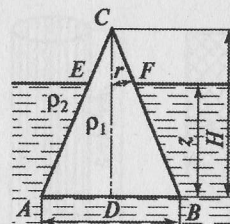

Рис. 4.2
**Задача 4.3.** Коническое тело с диаметром основания  $D$  и высотой  $H$  плавает в жидкости плотностью  $\rho_2$  (рис. 4.2). Плотность тела  $\rho_1$ . Определить глубину погружения конического тела  $z$ .